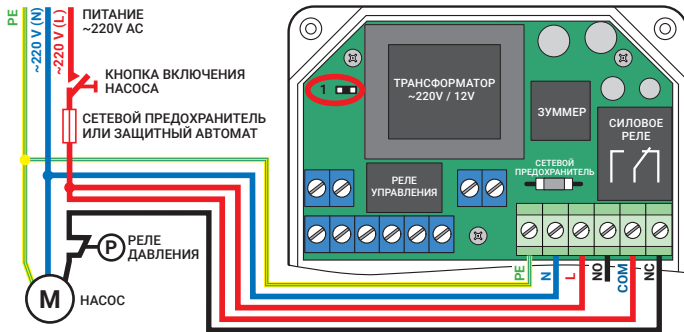
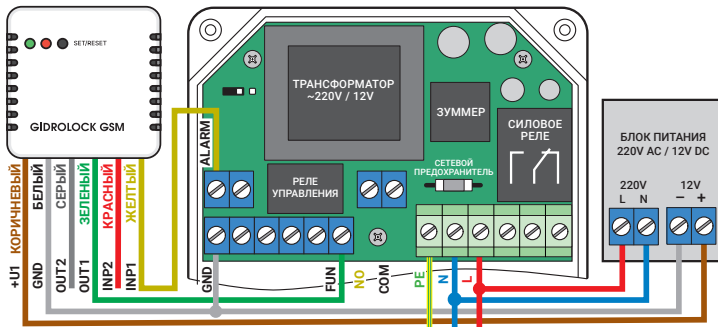

Рис. 9. Схема подключения скважного насоса в системе водоснабжения загородного дома
Рис. 10. Схема подключения GSM-модема GIDROLOCK с внешним блоком питания 12 В.
6.7. Рис. 9. Схема подключения к блоку управления скважинного насоса в системе водоснабжения загородного дома.
**ВНИМАНИЕ!** Для отключения функции «автоповорота» установите джампер (1). Нагрузочная способность реле управления:  $I_{max}=10\text{ A}$ .
6.8. Рис. 10. Схема подключения GSM-модема GIDROLOCK с внешним блоком питания 12 В. Сигнал аварии подается на вход INP1 GSM-модема GIDROLOCK для SMS оповещения об аварийной ситуации (протечка воды).